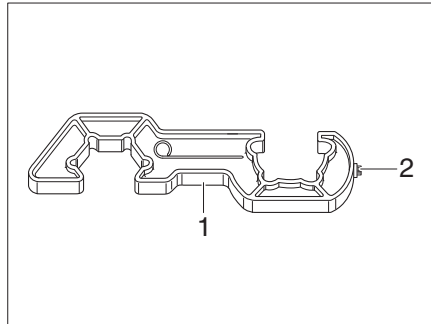

Bild 256 Schraubhilfe
- ▶ Zum An- und Abschrauben der Hochdruckschläuche die beiliegende Schraubhilfe (Bild 256,1) verwenden. Sie gewährleistet das nötige Anzugsmoment und verhindert Beschädigungen an der Verschraubung durch falsches Werkzeug.
- Den Hochdruckschlauch (Bild 253,3) mit der Schraubhilfe (Bild 256) von der Gasflasche abschrauben.